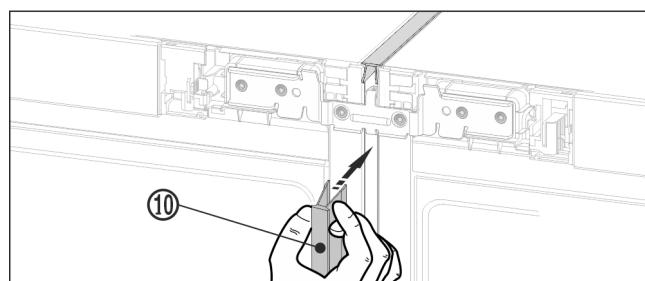

Fig. 21
- ▶ Na prednjoj strani u okomiti procjep pritisnite dugačku pokrivnu letvicu Fig. 21 (10). Pazite na to da letvica stoji na spojnom limu.